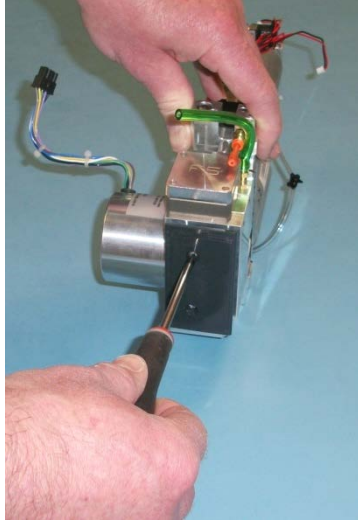

Abbildung 5.16
13. Nehmen Sie die Kompressorplatte ab, indem Sie zwei Schrauben lösen. (Siehe Abbildung 5.16).